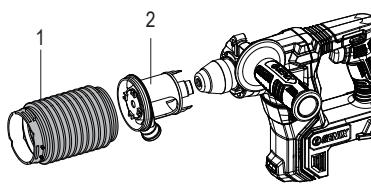

Fig.4
Le cache de collecte des poussières (1) est un accessoire optionnel destiné à empêcher la poussière de tomber lors des opérations de forage en hauteur. Installez la monture (2) de l'enveloppe de collecte des poussières dans la poignée auxiliaire, en veillant à aligner la monture (2) sur les fentes de la poignée. Fixez le capot de collecte des poussières (1) à la monture (2) et assurez-vous qu'il est bien ajusté (Fig.4).